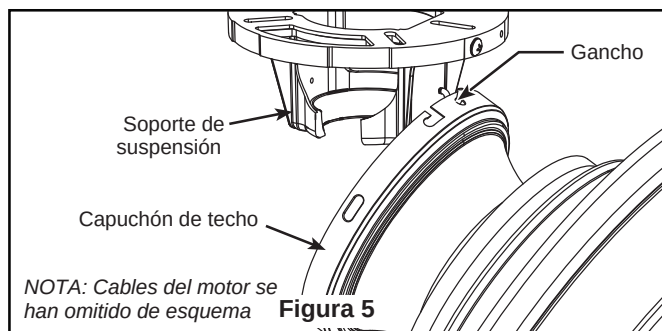

Figura 5
- ☐ 5. Vuelva a colocar la semiesfera en el barral como se indica a continuación. Pase los cables para techo a través de la semiesfera. de la semiesfera. Pase el pasador a través de los dos orificios en el barral y alinee la semiesfera de modo que el pasador quede atrapado en la ranura de la parte superior de la misma. Empuje la semiesfera hacia arriba, bien ajustada contra el pasador. Ajuste firmemente el tornillo de fijación en la semiesfera. Si el tornillo de fijación está flojo, podría provocar oscilación del ventilador. (Figura 5)
Introduzca la unidad del motor en la unidad del soporte del techo tal y como se muestra en la ilustración. (Figura 5) Ahora puede continuar con las instrucciones para realizar la instalación eléctrica de su ventilador.